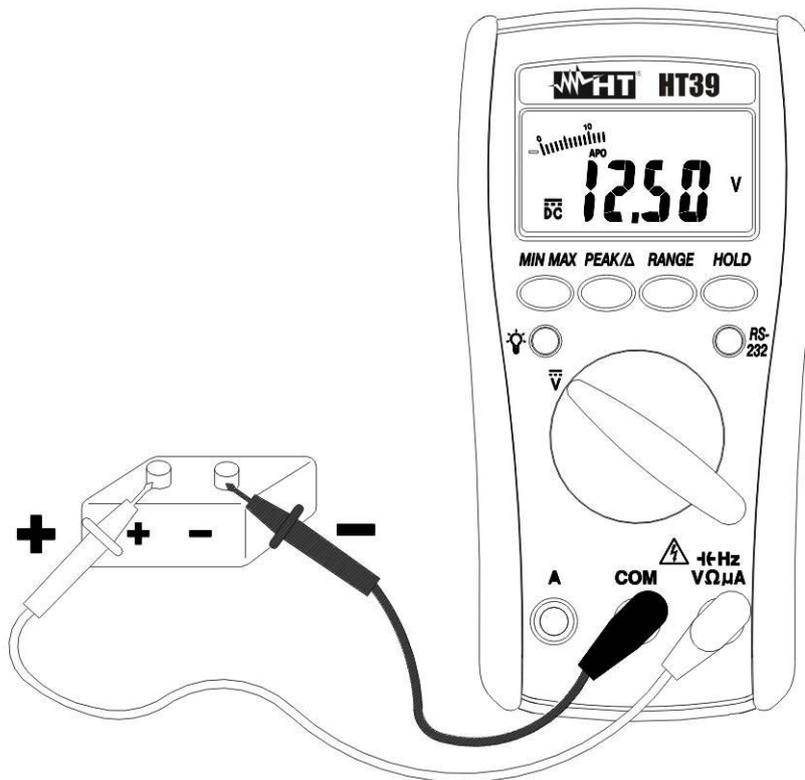

Fig. 3: Misura di Tensione DC
2. Inserire il cavo rosso nel terminale di ingresso \rightarrow HzV Ω μ A e il cavo nero nel terminale di ingresso **COM** (vedere la Fig. 3).
6. La visualizzazione del simbolo "-" sul display dello strumento indica che la Tensione ha verso opposto rispetto alla connessione di Fig. 3.